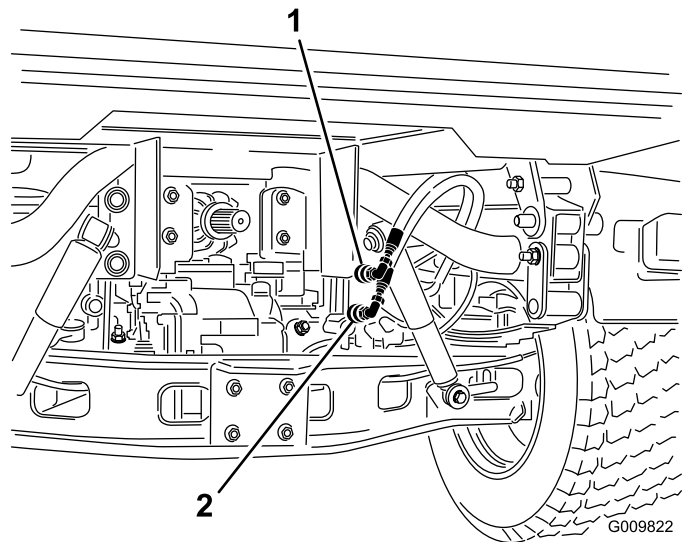

图 73
2. 在两台机器上都要从固定至联轴器支架的软管断开 2 个快速联轴器软管图 73。